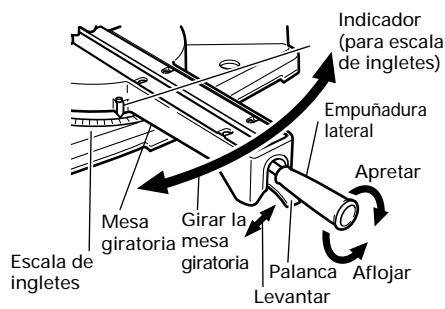
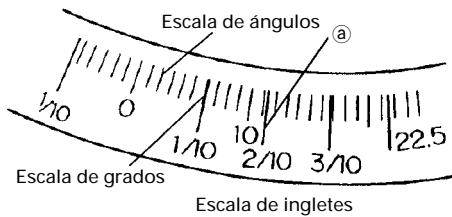

Fig. 30
Fig. 31
- (1) Afloje la empuñadura lateral y tire hacia arriba de la palanca para los topes de ángulo. Luego, ajuste la mesa giratoria hasta que el indicador se alinee con el ajuste deseado de la escala de ángulos de inglete (Fig. 30).
- (2) Vuelva a apretar la empuñadura lateral para asegurar la mesa giratoria en la posición deseada.
- (3) La escala de ingletes (Fig. 31) indica tanto el ángulo de corte de la escala de ángulos como el gradiente en la escala de ángulos.
- (4) El gradiente, que es la proporción de la altura hasta la base de la sección triangular a extraerse, puede utilizarse para el ajuste de la escala de ingletes en vez del ángulo de corte, si así se desea (consulte la Fig. 31).
- (5) Por lo tanto, para cortar una pieza de trabajo con un grado de $2/10$, ajuste el indicador a la posición \textcircled{a} como se indica en la Fig. 31.